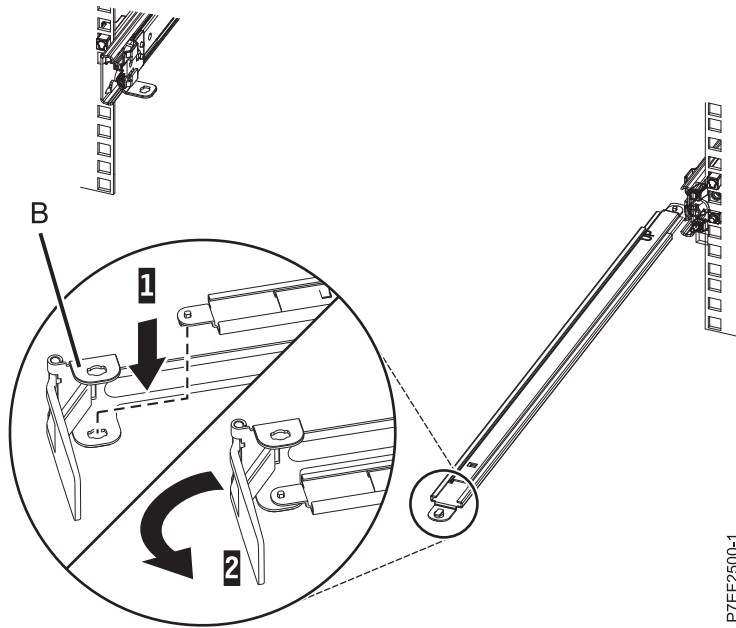

Figure 11. Fixation de l'équerre d'arrêt du bras de routage des câbles au bras de support
3. Localisez le trou situé en bas, dans l'angle interne du support d'arrêt de routage des câbles en forme de L (B). Placez l'extrémité non fixée du bras de support de sorte que la languette de verrouillage de la face inférieure de son extrémité s'aligne sur le trou du support (1) et tournez le support (2) pour le fixer au bras de support. Pour plus de détails, voir figure 11, à la page 9.